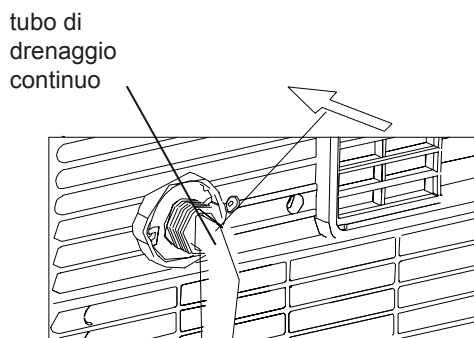

Fig.22
- Togliere il tappo di gomma sulla parte posteriore dell'unità e collegare un tubo di scarico all'uscita di drenaggio. Inserire l'estremità aperta del tubo direttamente sopra l'area di scarico desiderata (Vedere Fig. 22 e 23).